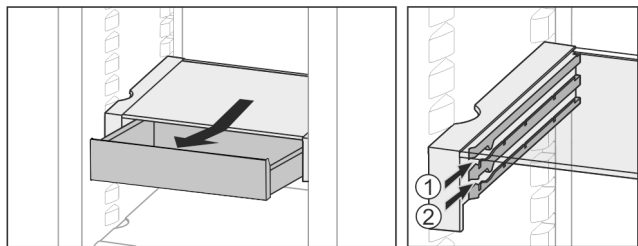

Fig. 36
- ▶ Skyv inn i ønsket høyde Fig. 36 (1) eller Fig. 36 (2).